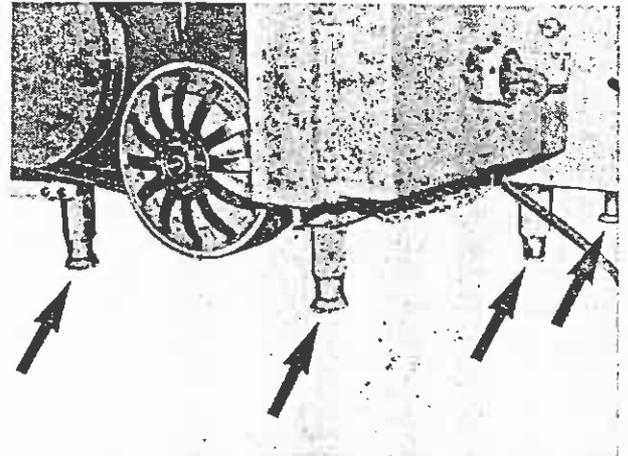

Bild 12
1. Durch Verstellen der Maschinenfüße (Bild 12/ Pfeile) Maschine waagrecht ausrichten.